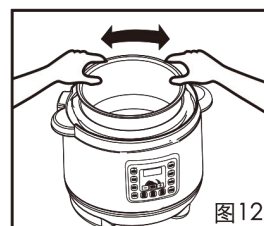

图12
3. 将内锅放入外锅内。放入前，先把内锅及发热盘抹干净，外锅内及发热盘表面不得放入杂物；放入后，左右轻轻旋转内锅，保持内锅与发热盘接触良好。(见图12)